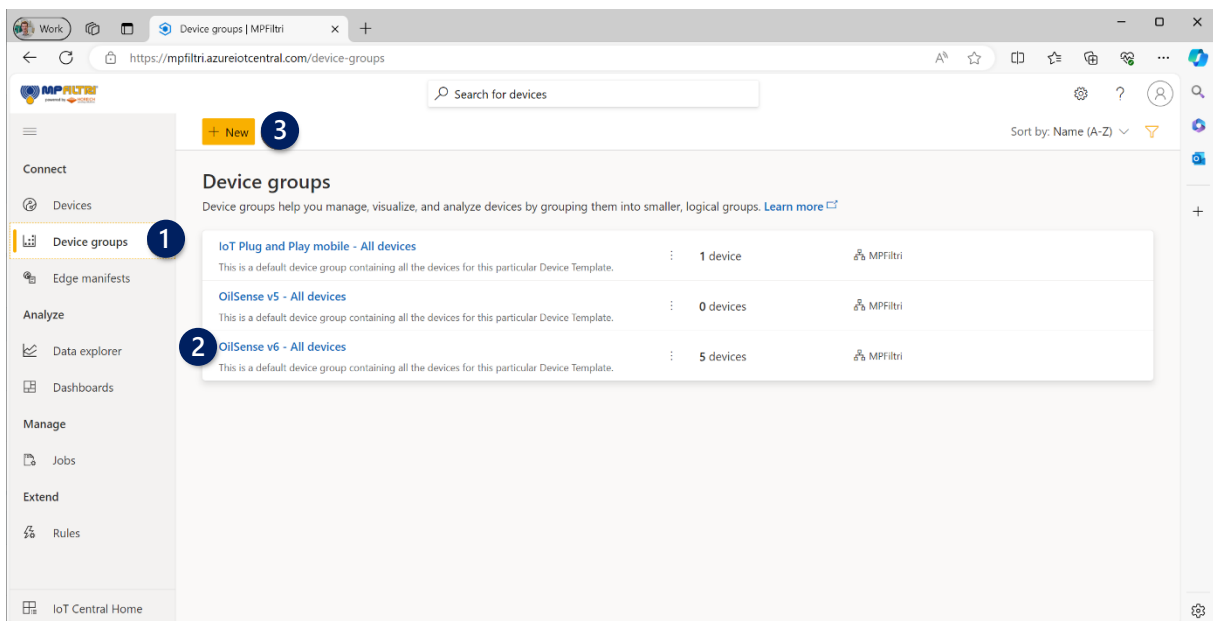

Abbildung 15: Gerätegruppenübersicht in der Web-Applikation MP Smart Fluid
Der zweite Menüpunkt erlaubt die Erstellung neuer Gerätegruppen (Abbildung 15 (1)). In der Werkseinstellung sind alle Geräte einer Standard-Gerätegruppe zugeordnet (2). Möchten Sie weitere Gerätegruppen erstellen, klicken Sie auf die Schaltfläche **+New** (3). Es öffnet sich ein Untermenü, in welchem Geräte anhand bestimmter Eigenschaften sortiert werden können.